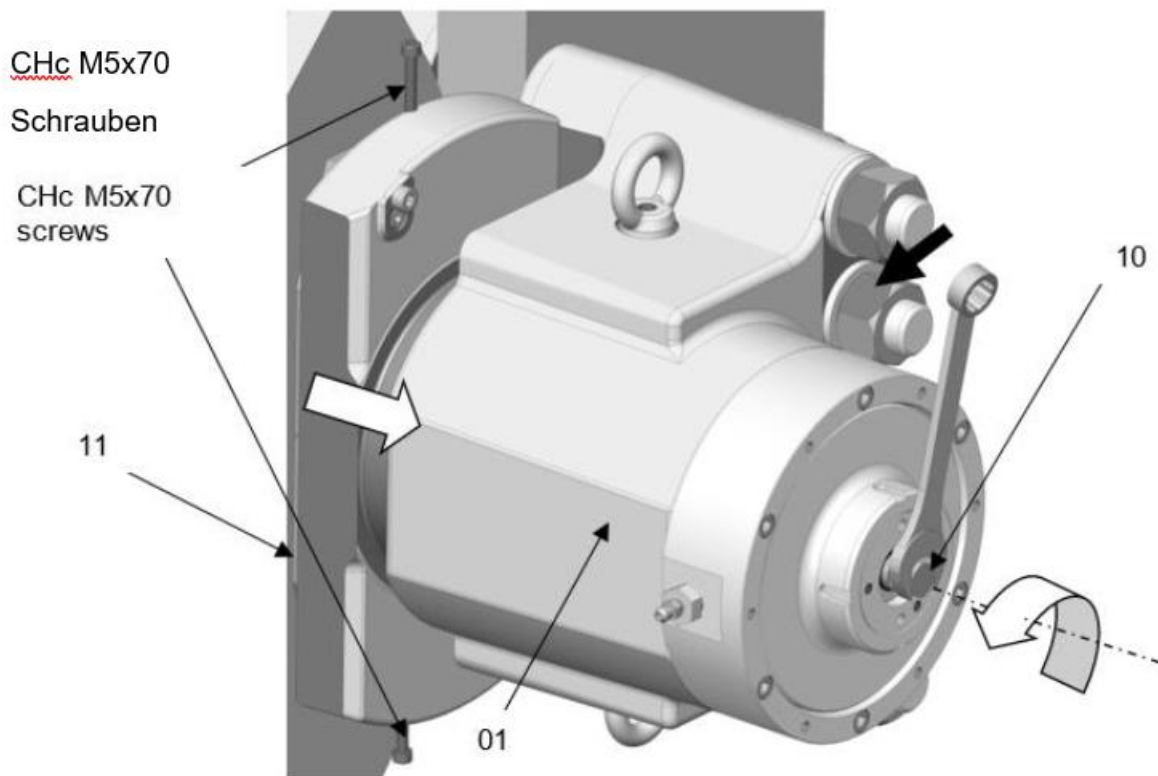

Bild 5.5
3. Drehen Sie den Schraubenschlüssel gegen den Uhrzeigersinn, um die Bremsbacke bis zum Anschlag zurückzuschieben Bild 5.5. Der Abstand zwischen Belaghalter und Scheibe darf nicht breiter sein als 9 mm + Restbelagdicke.